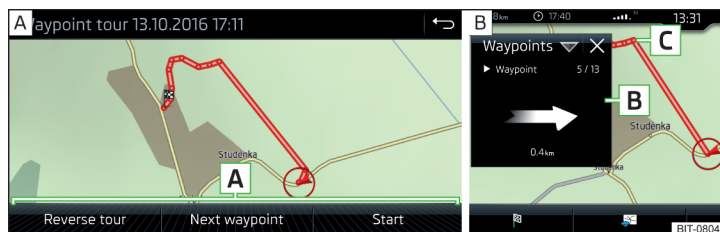

Fig. 223 Afișarea unui traseu cu puncte de drum / Parcursarea unui traseu cu puncte de drum
► Selectați unul dintre următoarele meniuri » **fig. 223** - **A**.
În timpul parcurgerii unui traseu cu puncte de drum, în fereastra suplimentară **Pcte. drum** se afișează direcția, precum și distanța până la următorul punct de drum, numărul punctului de drum următor, precum și numărul total al punctelor de drum **B** » **fig. 223** - **B**.
Traseul cu puncte de drum „scade” succesiv din poziția actuală a autovehiculului spre următorul punct de drum, „**C** » **fig. 223**.
- > Afișarea traseului cu puncte de drum » **fig. 223 la pagina 199**